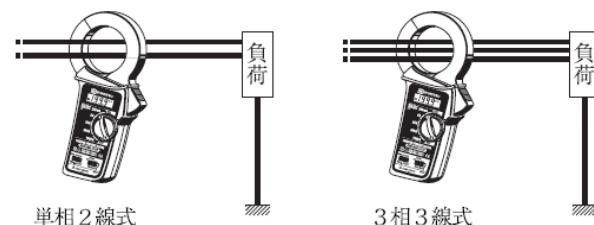

图 4、泄漏电流测量
(3) 测量泄漏电流时, 请夹住除接地线外的所有导线。显示数值即为泄漏电流。如图 4 所示。